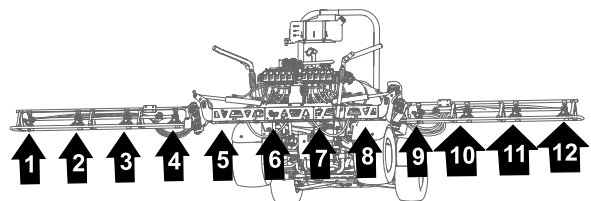
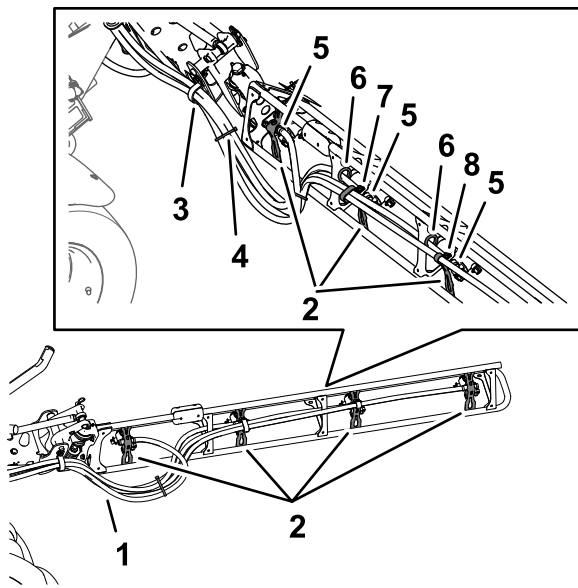

Figura 129
Figura 130
1. Enrute las mangueras de las boquillas de fumigación 1, 2, 3 y 4 a través de la abrazadera en R en el extremo exterior izquierdo de la sección de fumigación central (Figura 129 y Figura 130).
- Enrute las mangueras de las boquillas de fumigación 7, 8, 9 y 10 a través de la abrazadera en R en el extremo exterior derecho de la sección de fumigación central (Figura 129 y Figura 130).
- Enrute las mangueras de suministro de 279 cm y los conectores de manguera dentados (3/4") por la sección de fumigación hasta las boquillas de fumigación 1 y 10, según se muestra en la Figura 129 y la Figura 130.
- Enrute las mangueras de suministro de 234 cm y los conectores de manguera dentados (3/4") por la sección de fumigación hasta las boquillas de fumigación 2 y 9, según se muestra en la Figura 129 y la Figura 130.
- Enrute las mangueras de suministro de 188 cm y los conectores de manguera dentados (3/4") por la sección de fumigación hasta las boquillas de fumigación 4 y 8, según se muestra en la Figura 129 y la Figura 130.
- Enrute las mangueras de suministro de 188 cm y los conectores de manguera dentados (3/4") por la sección de fumigación hasta las boquillas del fumigación 4 y 7, según se muestra en la Figura 129 y la Figura 130.
- Agrupe las 4 mangueras de las boquillas de fumigación con una brida, como se muestra en la Figura 130.